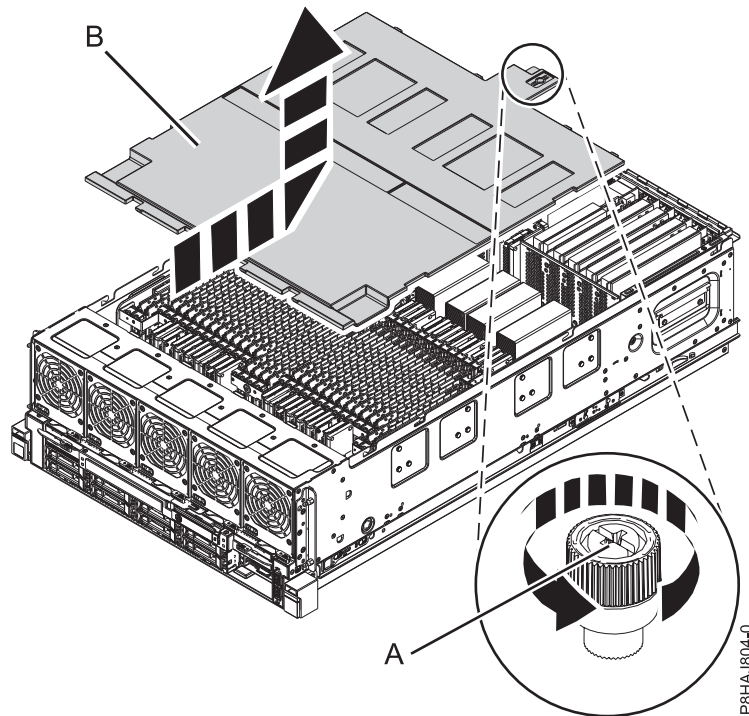

Abbildung 40. Sicherheitsabdeckung ausbauen
2. Lösen Sie die Rändelschraube (A) an der Rückseite der Abdeckung, indem Sie sie in die in Abb. 40 auf Seite 61 gezeigte Richtung drehen.
3. Schieben Sie die Sicherheitsabdeckung (B) zur Rückseite des Systems. Wenn sich die Vorderseite der Abdeckung von der oberen Rahmenleiste gelöst hat, heben Sie die Abdeckung an und vom System ab.